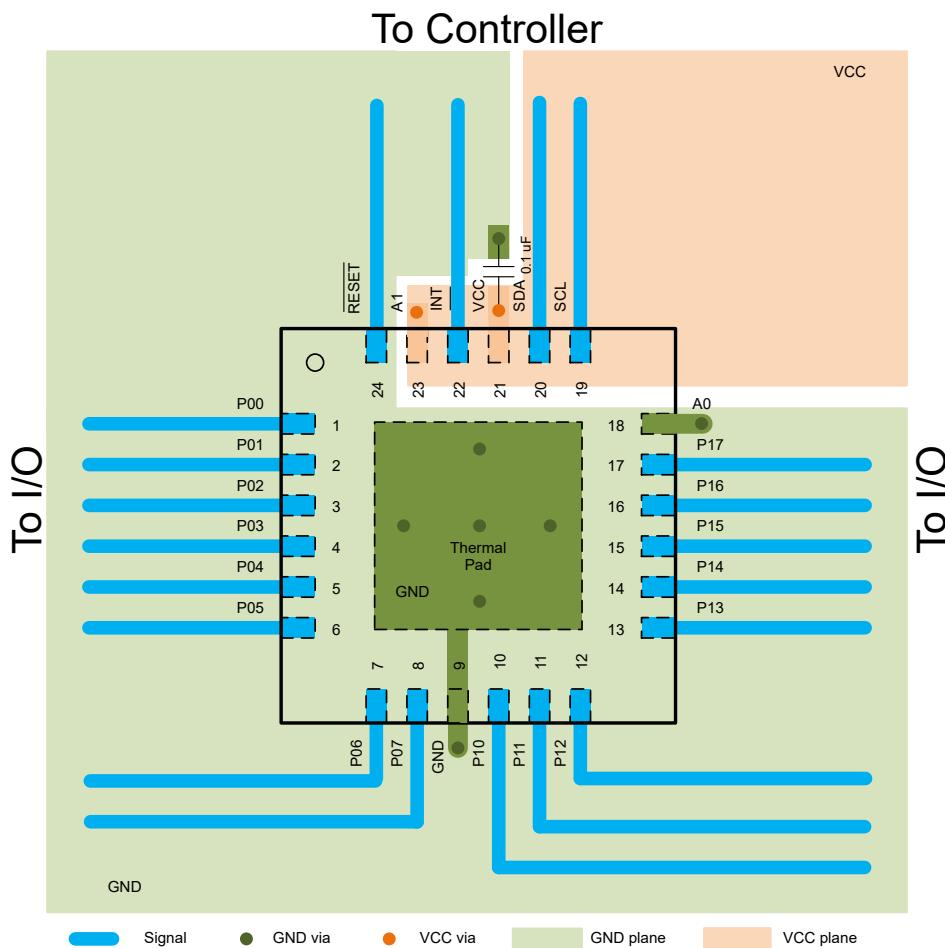

図 8-9. TCAL6416 のレイアウト
すべての PCB レイアウトにおいて、信号トレースを直角に曲げないこと、集積回路 (IC) の近傍を離れる際に信号トレースが互いに離れていくように配置すること、電源とグランドに代表される大電流トレースがより多くの電流を流せるように、トレース幅を太くすることを推奨します。バイパスおよびデカッピング コンデンサは、電源ピンの電圧を制御するためによく使用されます。より大きなコンデンサを使用すると、短時間の電源グリッチが発生した際に追加の電力を供給できます。また、より小さなコンデンサを使用すると、高い周波数のリップルを除去できます。これらのコンデンサは、できる限り TCAL6416 の近くに配置してください。図 8-9 に、これらのベスト プラクティスを示します。
図 8-9 に示すレイアウト例では、信号配線に最上層を使用し、電源とグランド (GND) に分割プレーンとして最下層を使用することで、2 層のみの PCB を製造することができます。ただし、信号配線密度の高い基板では、4 層基板が推奨されます。一般的に 4 層 PCB では、信号を最上層と最下層に配線し、内部の 1 層をグランドプレーン専用にして、もう 1 つの内部層を電源プレーン専用にします。電源とグランドにプレーンまたは分割プレーンを使用する基板レイアウトの場合は、電源または GND に接続する必要がある表面実装部品パッドのすぐ隣にビアを配置し、ビアを内部層または基板の反対側に電気的に接続します。ビアは、信号パターンを基板の反対側に配線する必要がある場合にも使用されますが、この方法は 図 8-9 には示されていません。